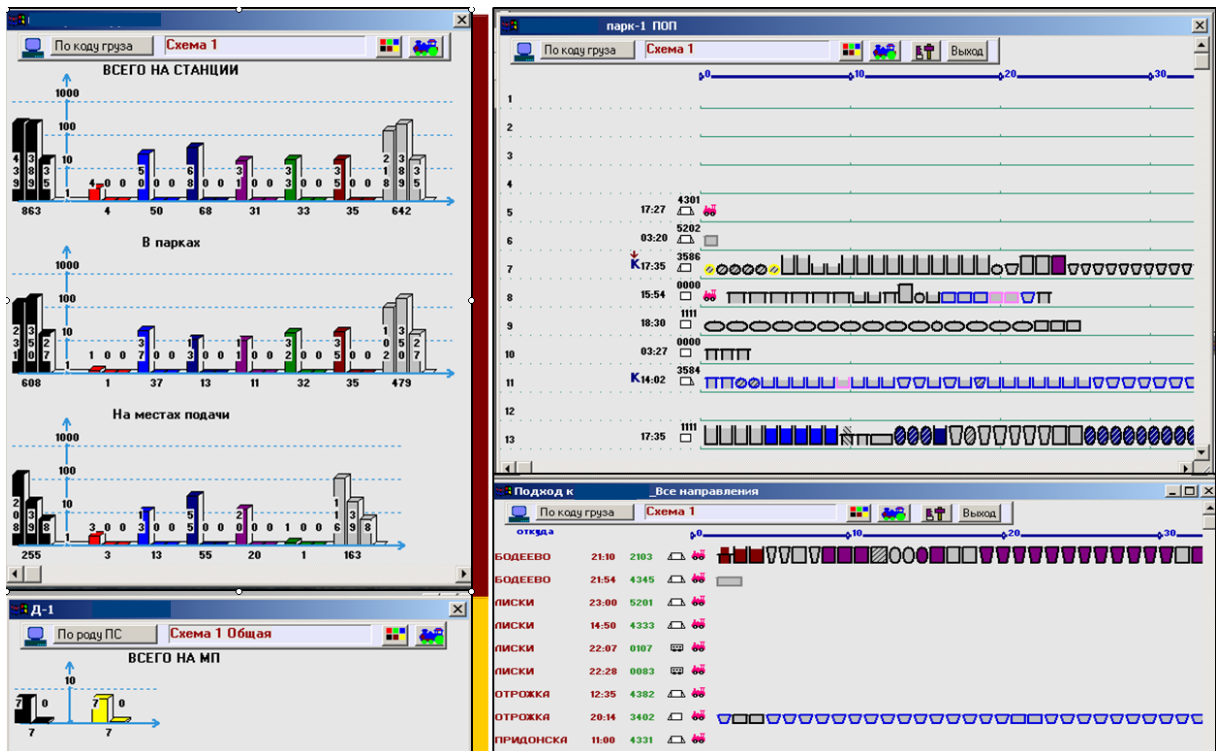
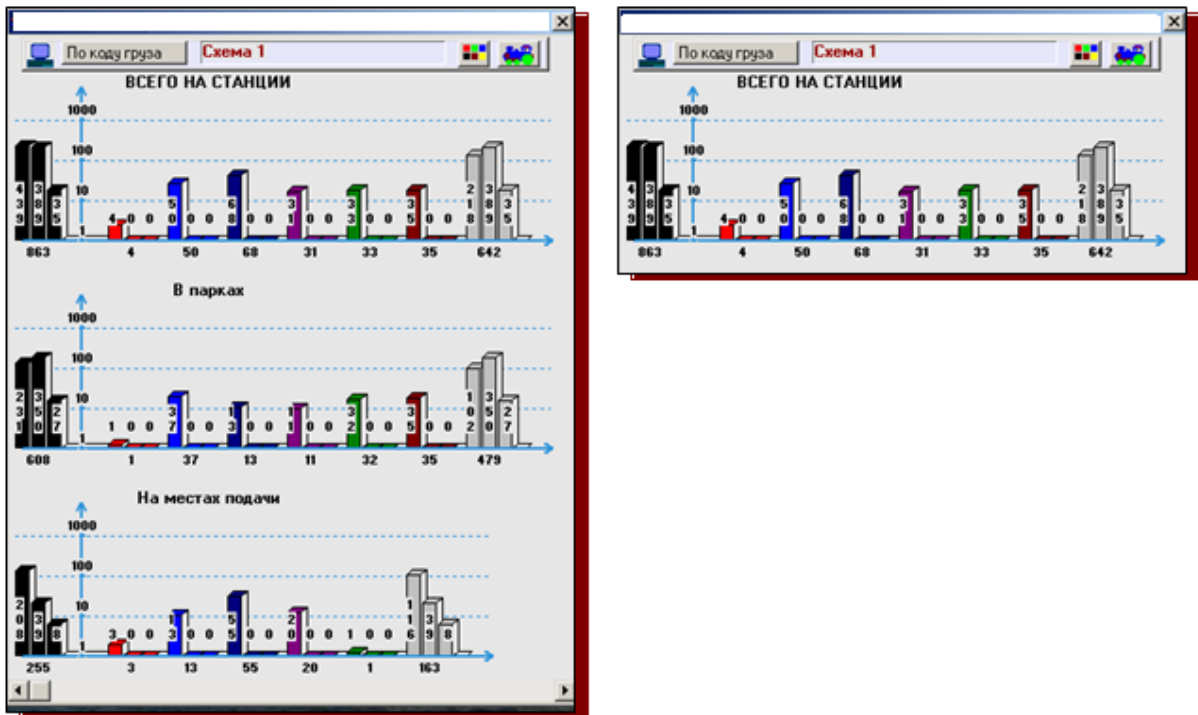

Рисунок 1. Графическая справочная система
Рисунок 4. Окно «СТАНЦИЙ»
а) Кнопка «Настройка» - выводит на экран *окно диалога с пользователем* (рис.4), при помощи которого осуществляется вывод на экран *окон объектов слежения* (рис.1).
2) **Кнопка «Только итоговая часть»** - ее отключение позволяет дополнить сведения в **окне «СТАНЦИЙ»** графической информацией в целом по паркам станции и местам подачи (рис.4).